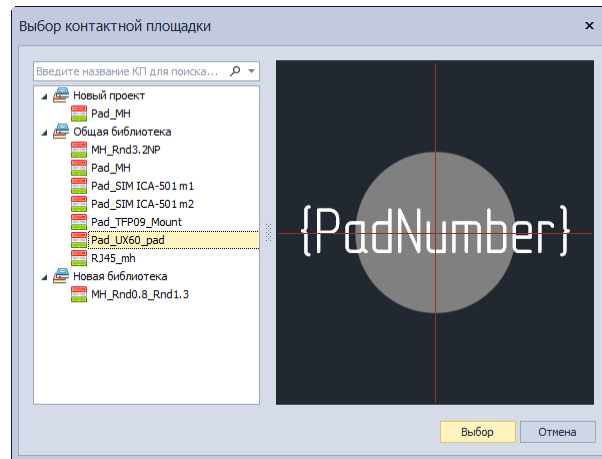

Рис. 156 Выбор типа монтажного отверстия
2. Выбрать тип монтажного отверстия в окне «Выбор контактной площадки» и нажать кнопку «Выбор», см. Рис. 156. В окне отображаются монтажные отверстия, созданные во всех доступных библиотеках.